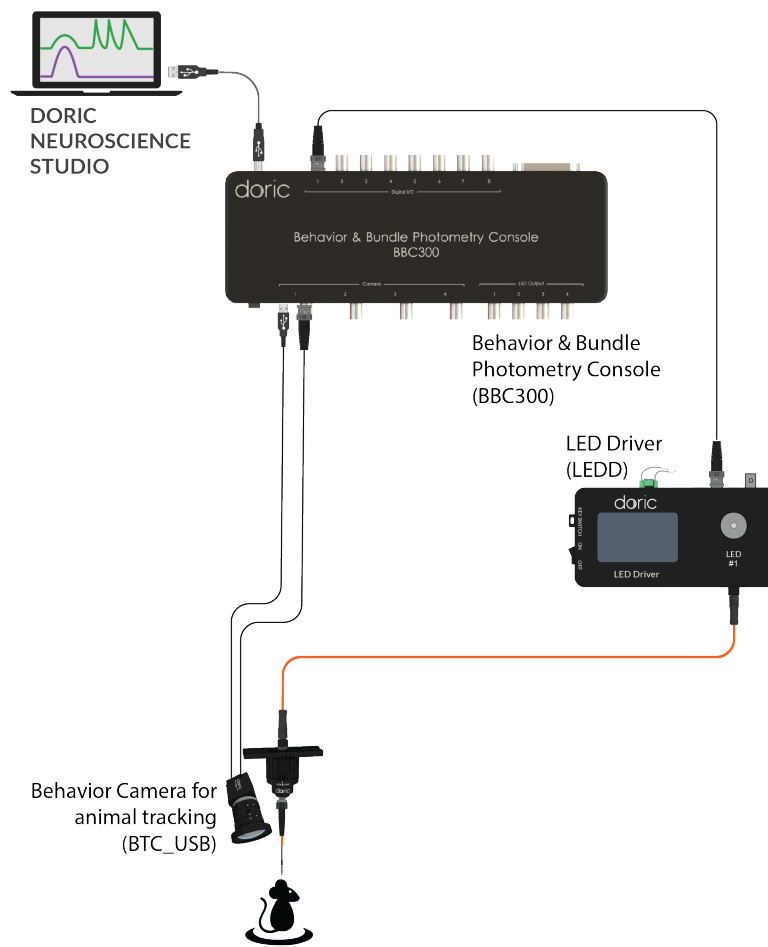

Figure 1.1 – CamLoop, Caméra de suivi des animaux en temps réel et de stimulation en boucle fermée
**CamLoop** est une nouvelle caméra comportementale de Doric Lenses pour le suivi de la position de l'animal en temps réel et la stimulation en boucle fermée. La caméra est composée de la caméra elle-même, de l'objectif et d'un câble Trig. L'image (Fig. 1.1) montre une installation très simple composée de *Doric Neuroscience Studio* et d'une console permettant de faire fonctionner *Camloop* et un *LED driver* pour la stimulation lumineuse en boucle fermée.